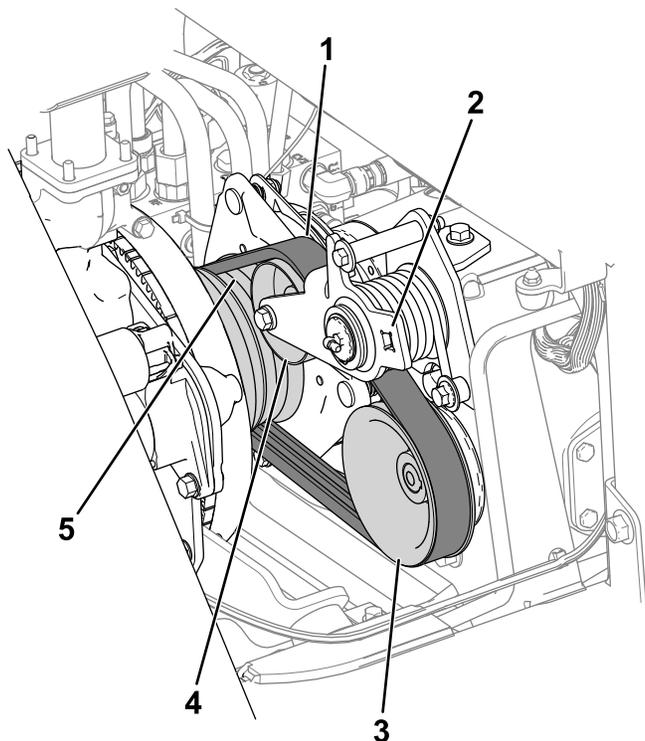

图 78
3. 将皮带布置到发动机皮带轮、惰轮皮带轮和泵皮带轮上图 78。